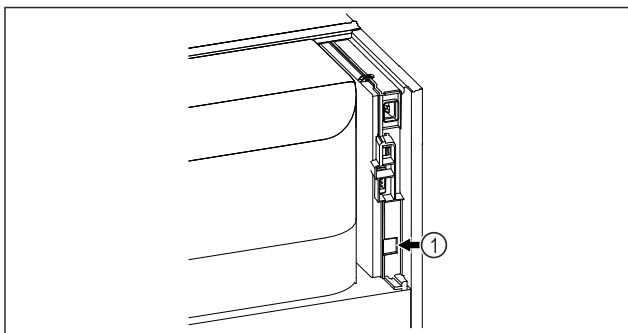

Fig. 144
- Założono SmartModule Fig. 144 (1).